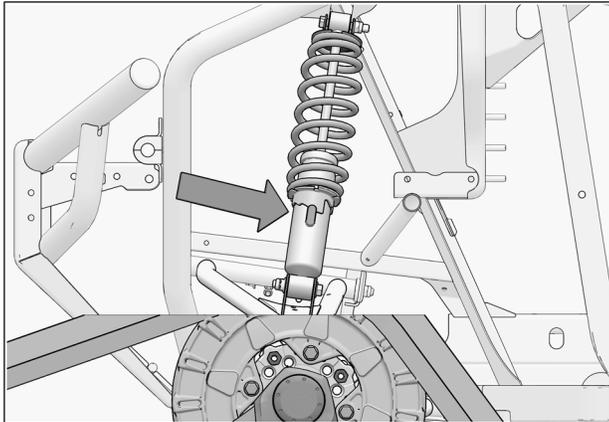

Fig. 33
1. Verify the suspension settings. If the shock absorbers are adjustable, adjust them to the stiffest setting to allow for maximum clearance between the System and the vehicle's fenders. See Fig. 33
1. Vérifier l'ajustement de la suspension; si les amortisseurs sont réglables, ils doivent être réglés au niveau le plus ferme pour permettre un maximum de dégagement entre les systèmes et les ailes du véhicule. Voir la Fig. 33